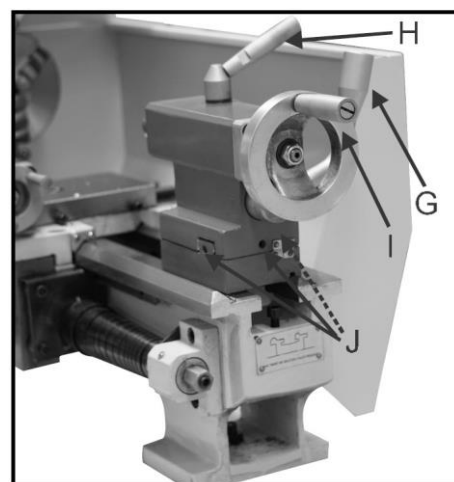

Рис.12
9. Ручка для зажима задней бабки (G, рис. 12)
10. Рычаг зажима пера задней бабки. (H, рис. 12)
11. Рычаг зажима пера передней бабки (1, рис. 12)
12. Регулировка смещения задней бабки (J,рис. 12)